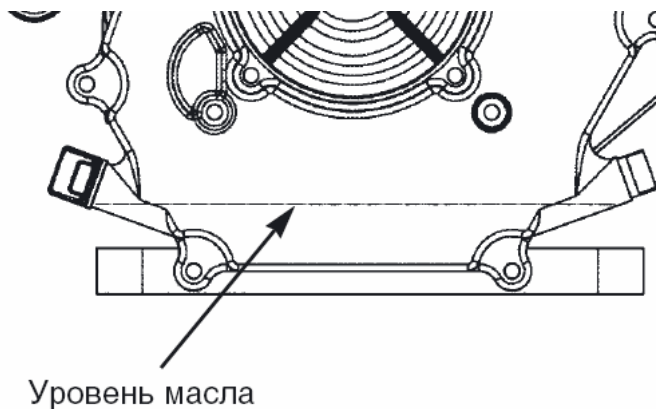

Рис. 8
8. Демонтировать сетку искрогасителя (поз. 7 рис.8) выпускного отверстия ослабив хомут крепления (поз. 8 рис.8). Удалить загрязнения механическим способом. Установить сетку на штатное место, затянуть хомут. При обнаружении повреждений сетку заменить оригинальной EG-H168-L11.